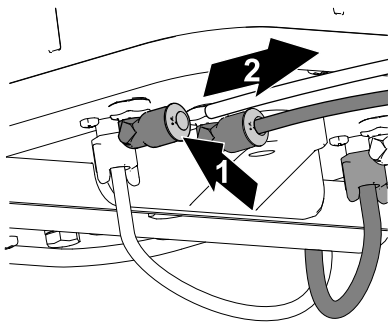

Figura 17
2. Presione hacia dentro el anillo de bloqueo (Figura 17).
3. Desconecte el tubo del acoplamiento (Figura 17).